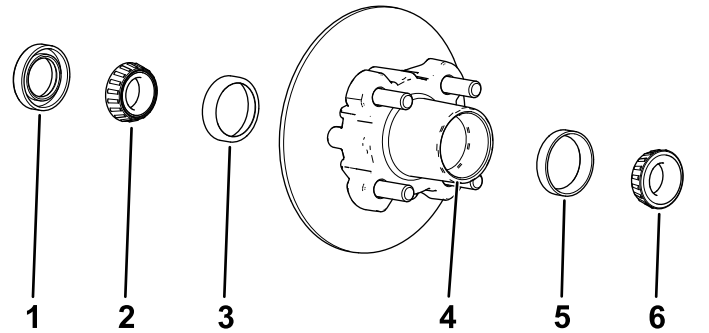

Figura 35
1. Retire el cojinete exterior y el anillo de rodadura del cubo (Figura 35).
2. Retire la junta y el cojinete interior del cubo (Figura 35).
5. Limpie el hueco del cubo para eliminar cualquier resto de grasa, suciedad y residuos (Figura 35).
7. Llène el hueco del cubo hasta un 50 – 80% de su capacidad con grasa del tipo especificado (Figura 35).
8. Monte el cojinete interior sobre el anillo en el lado interior del cubo e instale la junta (Figura 35).